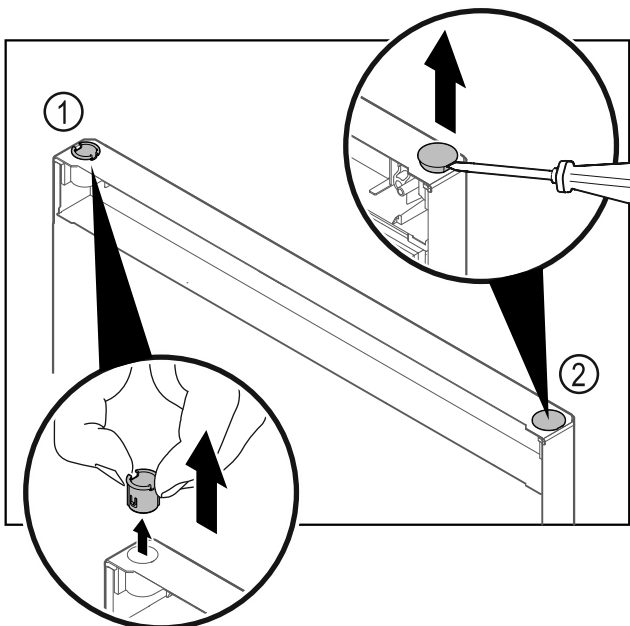

Fig. 27 Jääkaappiosan ovi
- Vedä saranaholkki Fig. 27 (1) sormin pois.
- Kohota suojanastaa Fig. 27 (2) varovasti uraruuvimeisellillä ja vedä se pois.